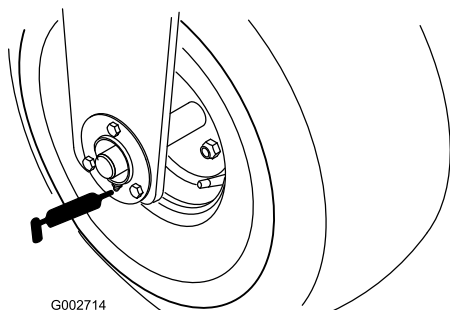

Рисунок 22
- Подшипник переднего колеса (1 шт.) (Рисунок 22)